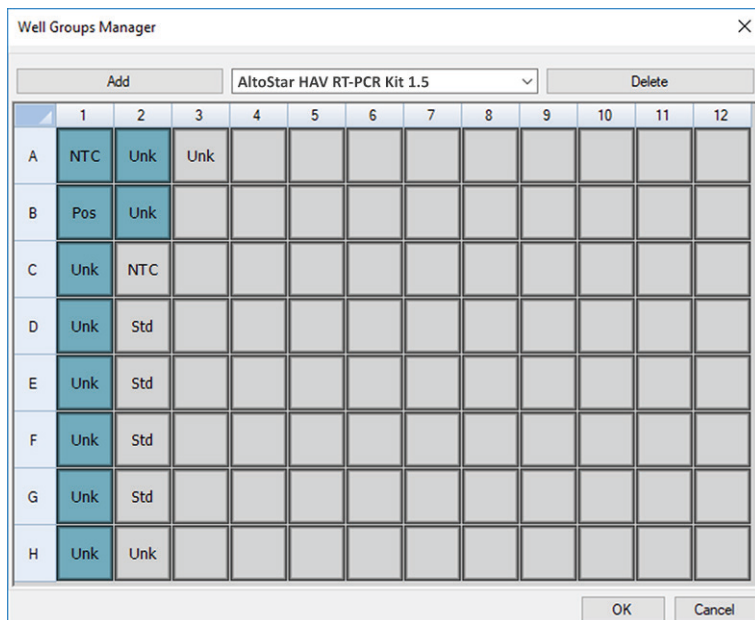

Figure 3: Boîte de dialogue Well Groups Manager (Gestionnaire de groupes de puits)
2. Dans la boîte de dialogue Plate Editor (Éditeur de plaque), cliquez sur **Well Groups...** (Groupes de puits...) dans la barre d'outils. La boîte de dialogue Well Groups Manager (Gestionnaire de groupes de puits) s'affiche (voir la figure 3).
- Sélectionnez tous les puits de la PCR plate (plaque PCR) situés dans la zone appartenant au premier essai (voir la figure 3). Les puits associés à un essai particulier peuvent être identifiés dans la boîte de dialogue Plate Editor (Éditeur de plaque) grâce aux éléments saisis dans le champ **Biological Set** (Ensemble biologique).